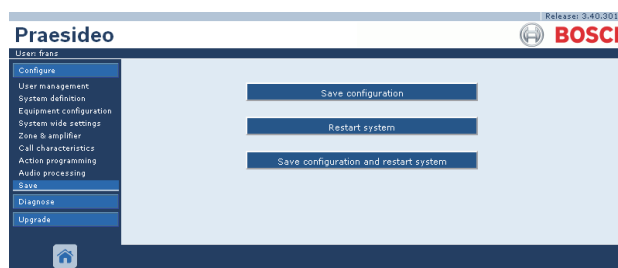

figura 41.5: Guardar janela
- Se não forem encontrados problemas, e a configuração for realizada on-line, são apresentados três botões que permitem ao utilizador *Guardar a configuração*, *Reiniciar o sistema* ou *Guardar a configuração e reiniciar o sistema*. Consulte a figura 41.5. Depois de o ficheiro de configuração ser gravado no controlador de rede, a configuração só é activada quando o controlador de rede é reiniciado. Se a nova configuração tem de ser guardada e activada, clique no botão *Save the configuration and restart the system*.